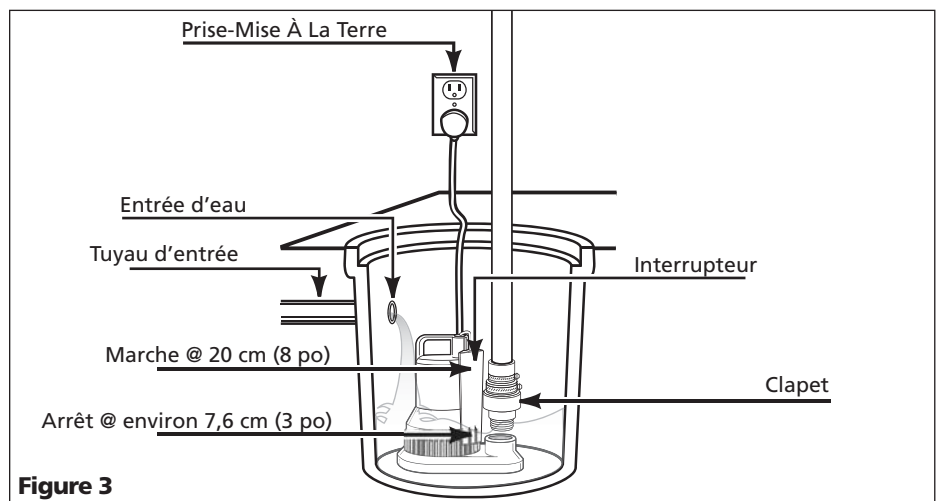

Figure 3
7. **SEULEMENT POUR LES MODÈLES BWSCAP :** Placer l'interrupteur de la pompe LOIN de l'entrée pour que l'interrupteur soit loin de l'entrée d'eau (voir la Figure 3).